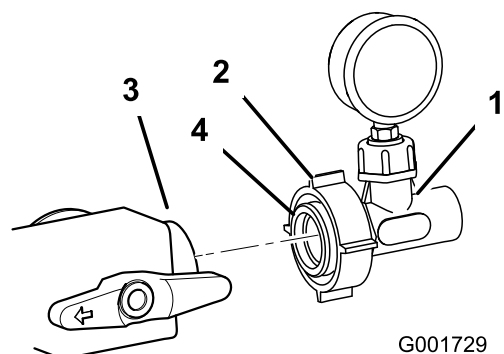

図 16
16. アダプタに入っている O リングを、非石油系の潤滑剤（たとえば植物油）を使って潤滑する（図 16）。
（図 16）。プラスチック製ナットを締め付けてアセンブリをバルブに固定する。